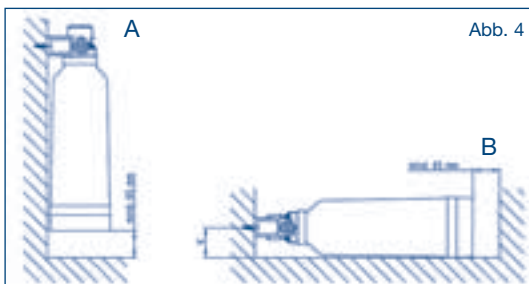

Abb. 4
2. Das Filtersystem kann vertikal und horizontal betrieben werden (siehe Abb. 4).
3. Der Abstand zwischen der Filterkerze und dem Boden oder der gegenüberliegenden Wand sollte mindestens 65 mm betragen, damit ausreichend Platz zur Montage der Filterkerze vorhanden ist (siehe Abb. 4A und 4B). Bei der Montage der Filterkerze für die horizontale Betriebsweise, muss darauf geachtet werden, dass die Filterkerze auf dem Boden aufliegt. Abstand der Halterung vom Boden X (siehe Abb. 4 B) bei horizontaler Montage: